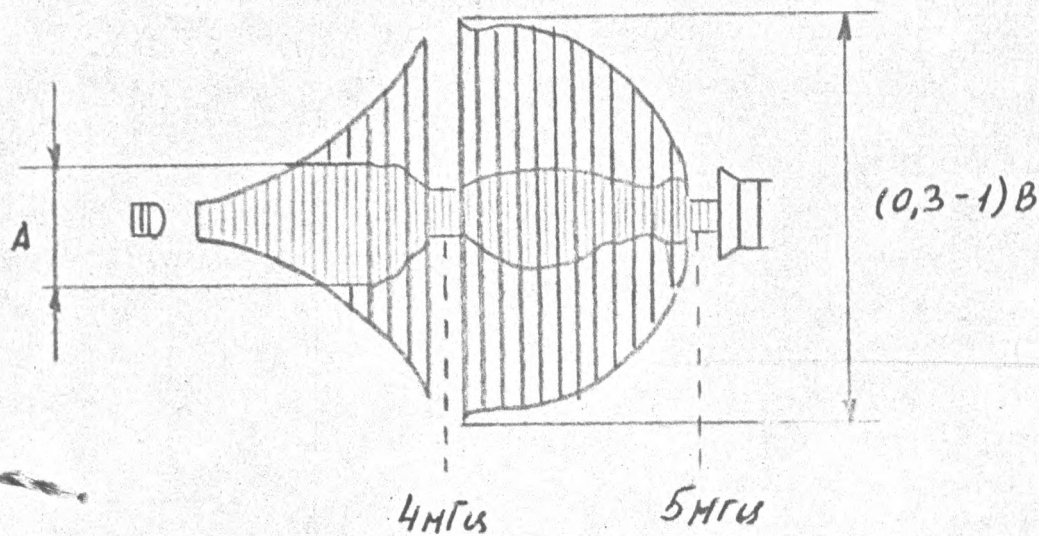

РИС. 7.16
7.6.16.3. ПОДКЛЮЧИТЕ ОСЦИЛЛОГРАФ С1-81 К К.Т. АЗ-X21 И С ПОМОЩЬЮ РЕЗИСТОРА АЗ-R89 УСТАНОВИТЕ МИНИМАЛЬНЫЙ УРОВЕНЬ СИГНАЛА А (РИС. 7.16).